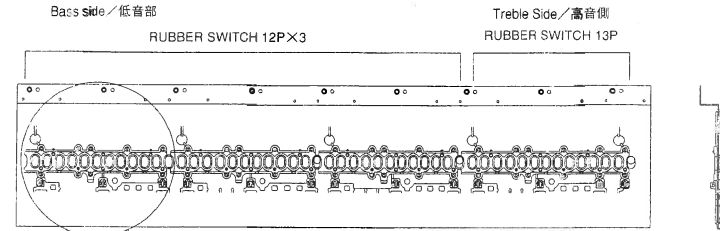
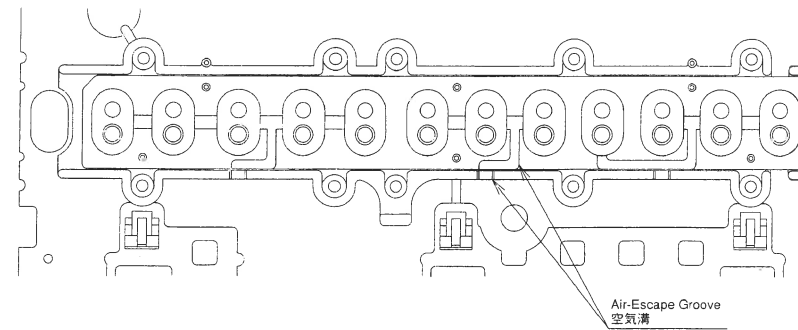

fig. 1
fig. 2
1) Turn the keyboard over as shown in fig. 1. Line up the RUBBER SWITCH 12P with the slots and place three of them on the chassis from the left side (low note). Check that the rubber switch matches the air groove positions on the chassis (fig. 2). Next place RUBBER SWITCH 13P on the right side (high note) in the same way.
1) fig. 1のように、シャーシを裏返します。次にRUBBER SWITCH 12Pを長穴に合わせて左側（鍵の低音部）より順に3つシャーシに置きます。このとき、RUBBER SWITCHとシャーシの空気溝の位置が一致していることを確認して下さい(fig. 2)。そして、右側（高音部）にはRUBBER SWITCH 13Pを同様にして置きます。